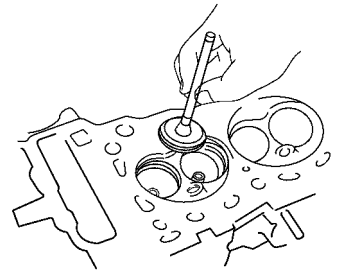

图 1-42 检查气门座位置
2) 检查气门座位置。在气门面上涂上一层普士蓝（或白铅），如图 1-42 所示。装上气门，轻轻地向气门座压气门，不要转动气门。